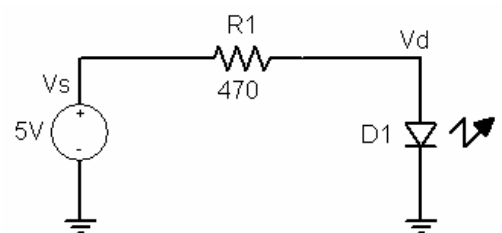

Fig. 1.3
b) Ligue o gerador de funções ao osciloscópio e regule-o para ter na saída um sinal quadrado a variar entre -5 e $+5V$, com uma frequência de $2Hz$. Em seguida substitua, no circuito da fig 1.3, o gerador V_s pelo gerador de funções e verifique o efeito.